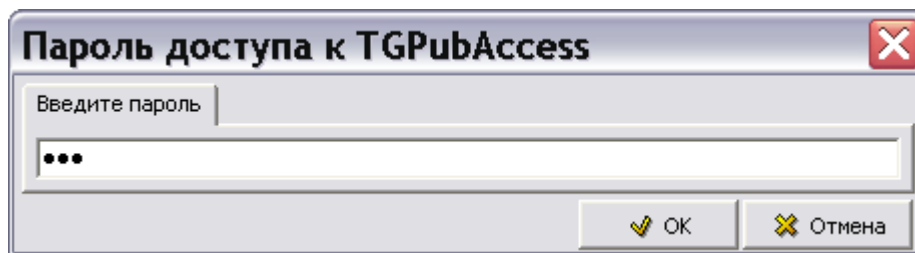

Рис. 237
2. В появившемся окне **Пароль доступа к утилите** введите новый пароль (Рис. 237).